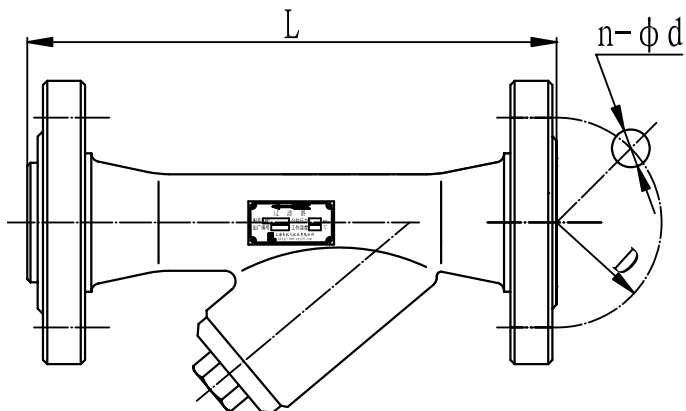

图 4 斜插式过滤器
2. LPGX 型斜插式过滤器的外形与安装尺寸（见图 4、表 4）